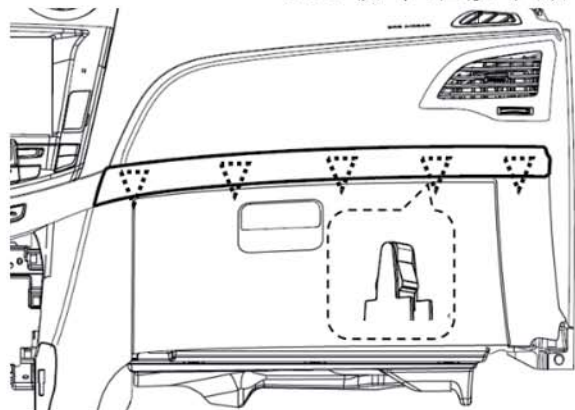

图1-1-8-1仪表板右饰条安装结构示意图
- (1) 用头部缠绕柔性胶带（或其它柔性产品）的一字螺丝刀小心撬起图1-1-8-1所示的五个卡扣安装点；
- (2) 当卡扣都脱开时，取下仪表板右饰条。